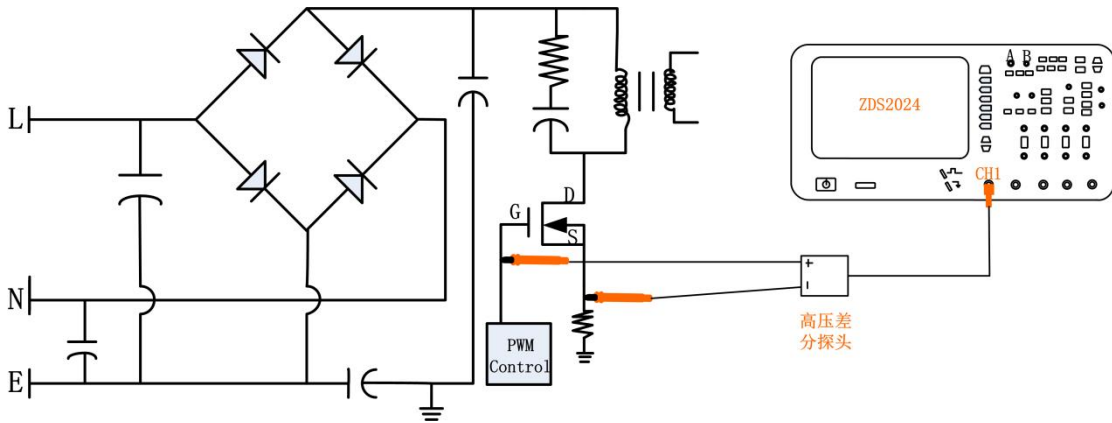

图 7.42 调制分析接线示意图
(1)、通道 1 使用高压差分电压探头接开关的两端，具体如下图 7.42 所示。